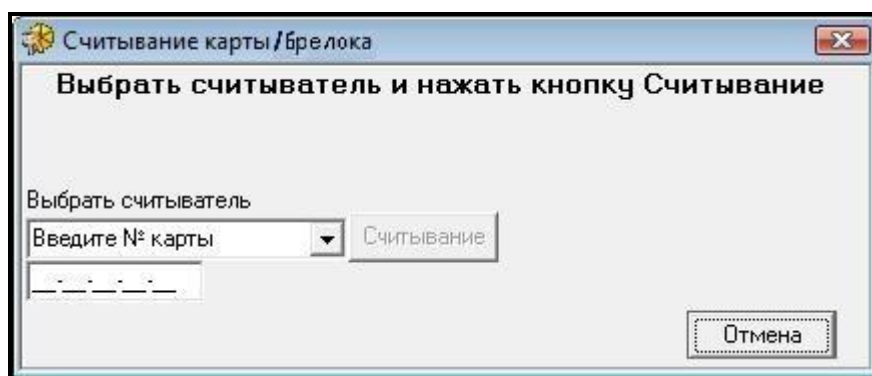

Рис. 27. Окно добавления карт / ключей пользователю.
8. Если пользователю должна быть назначена карта / ключ, то щелкните по кнопке ДОБАВИТЬ. Откроется окно СЧИТЫВАНИЕ КАРТЫ / КЛЮЧА (см.: рис. 27).